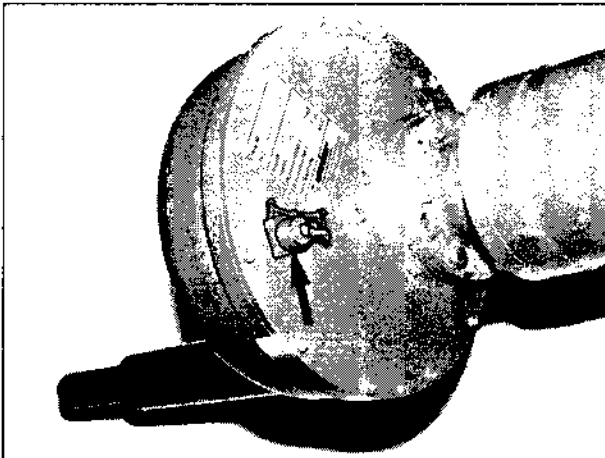

Bild 117
47. Steuerkabel, 1,8 m, zwischen den Antennenschwenkgetrieben von den Steckdosen trennen. Steckdosen mit Schutzkappen (Bild 117/Pfeil) verschließen.